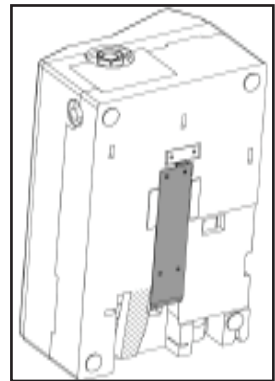

Bild 1
- Biegen Sie die untere Haltetasche (schraffierte Fläche) zur Seite und ziehen die Wandhalterung (grau eingefärbt) nach unten heraus, siehe Rückansicht Bild 1.